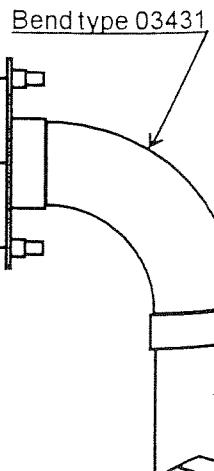

fig. 8
**NB! Hvis røret i en 3" lettvegg blir ført loddrett fra sugekontakten, som vist på fig. 7, må 8 mm av skruverbore for skruen fjernes med en baufil og man må her benytte vedlagte kortere skrue(r) (se plastpose i rørpakke) for festing av sugekontakten, se fig. 8.**